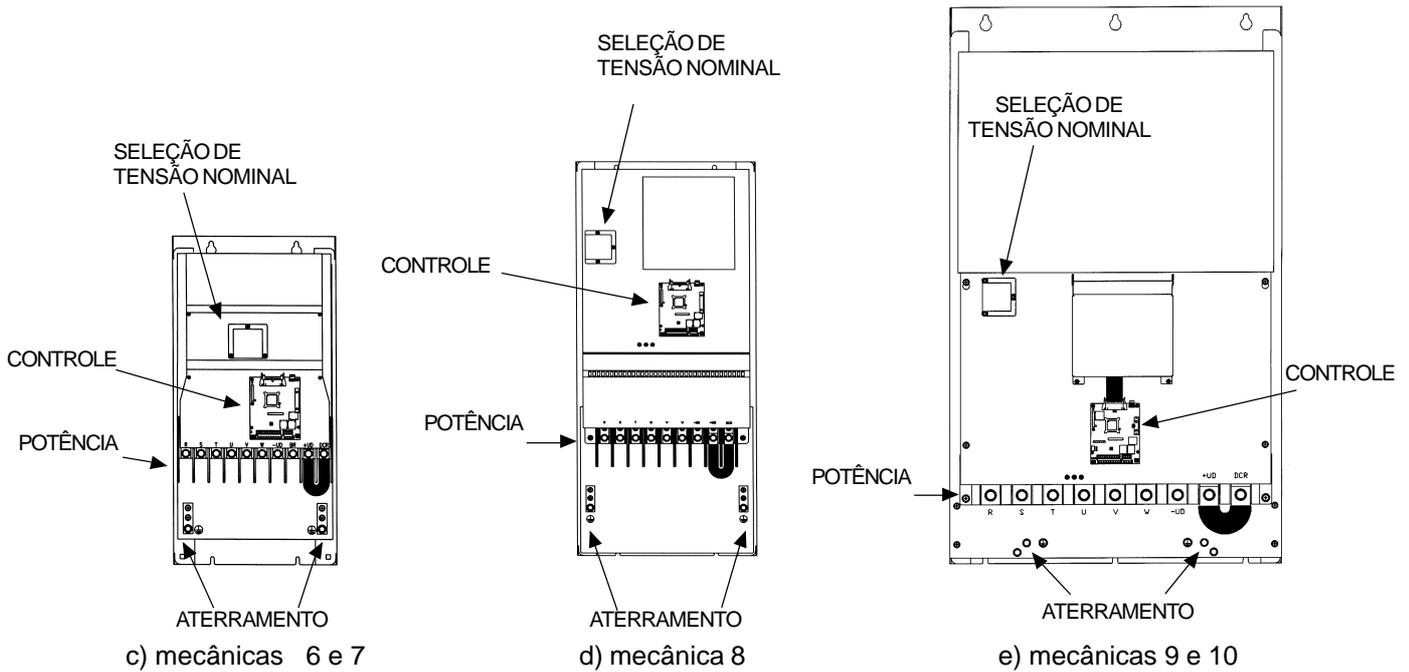

Figura 3.9 - Localização das Conexões de Potência/Aterramento/ Controle e Seleção de Tensão Nominal
As conexões de sinal (entradas/saídas analógicas) e controle (entradas/saídas digitais, saídas a relé) são feitas nos seguintes conectores do Cartão Eletrônico de Controle CC9 (ver posicionamento na Figura 3.9, item 3.2.3).